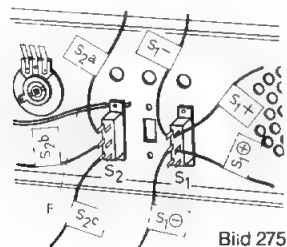

Bild 275
Bild 275 zeigt die fertig montierten Schalter von der Rückseite.
Bei einigen Schaltungen muß unter S_2 ein langer Verbindungsdraht (F) geklemmt werden, wie auf Bild 275 eingezeichnet. Dazu wird die Zylinderschraube etwas gelockert und nach Unterklappen des Drahtes wieder angezogen.